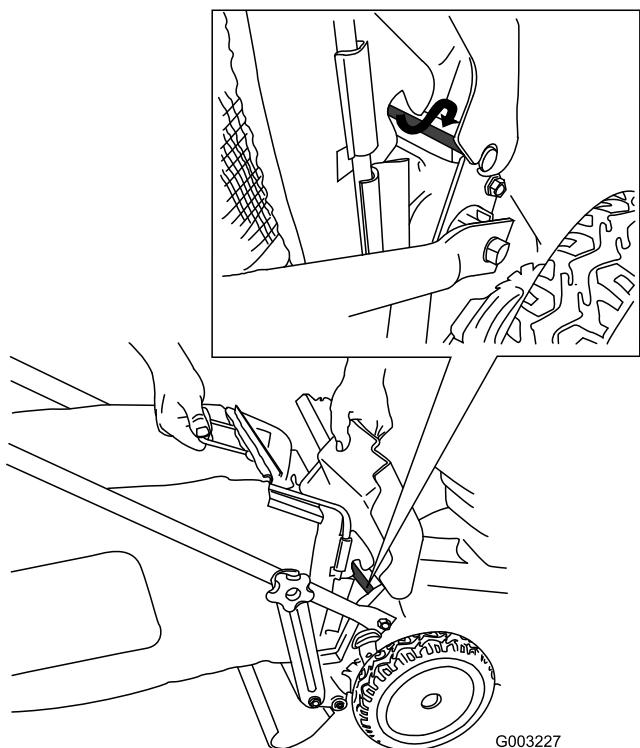

Figure 31
- Montez le bac sur la tige du volet (Figure 31).